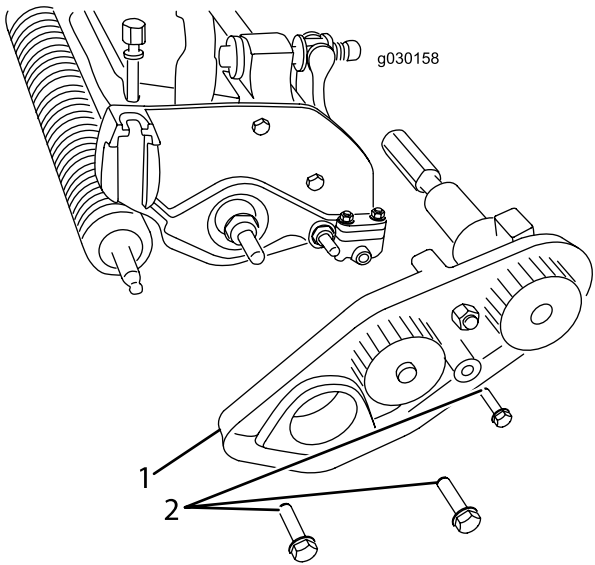

图6
- 4. 卸下将皮带驱动组件固定至滚刀组如配备的 3 个螺栓拆下整个组件 图6。
11. 将疏草刀轴的另一端插入左支撑板图6。
- A. 使用之前卸下的螺栓安装皮带驱动组件确保侧板可以自由旋转图6。
A. 使用之前拆下的 3 个螺栓将皮带驱动组件安装到滚刀组图6。